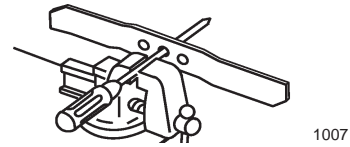

Figure 26
1. Vérifiez l'équilibre de la lame en enfilant le trou central sur un clou ou la tige d'un tournevis serré horizontalement dans un étau (Fig. 26).